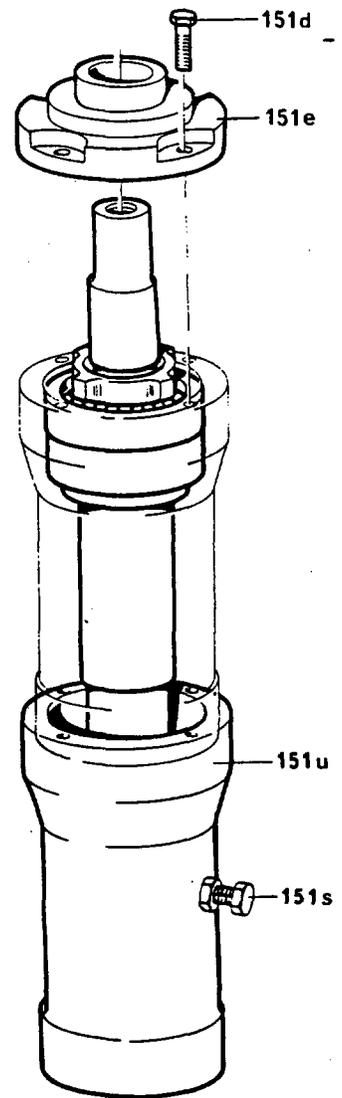

Bild 8/6
4) Bild 8/5: Halslagerbrücke durch vorsichtiges Aufstoßen des Spindelkopfes auf eine Holzunterlage vom Lagergehäuse lösen und entfernen. Eventuell durch wechselweise Schläge mit einem Gummihammer auf den Rand der Halslagerbrücke nachhelfen.